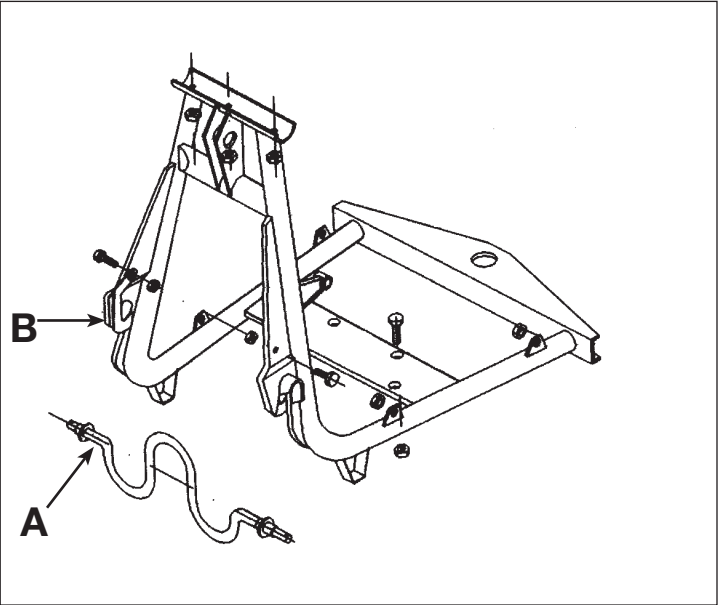

Fig. 1
Las máquinas a partir del modelo de 600 litros llevan un enganche rápido (fig. 1) el cual consta de una barra (A) y dos gatillos (B). Para su montaje en el tractor, colocaremos en primer lugar en los brazos inferiores del tractor la barra (A), bloqueándola posteriormente con dos pasadores de seguridad.
Para acoplar la máquina levantaremos los gatillos (B) del enganche rápido y meteremos por debajo la barra del enganche, la cual estaba ya fija a los brazos del tractor. (fig. 1)